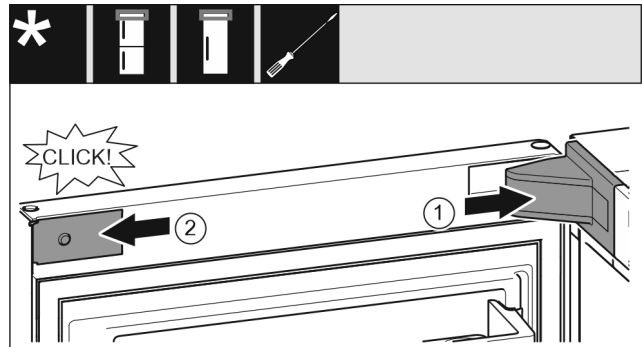

Fig. 34
- ▶ Nasadíte kryt ložiskovej konzoly a zaistíte, príp. opatrne roztlačte. Fig. 34 (1)
- ▶ Zboku nasadíte a zaistíte kryt. Fig. 34 (2)